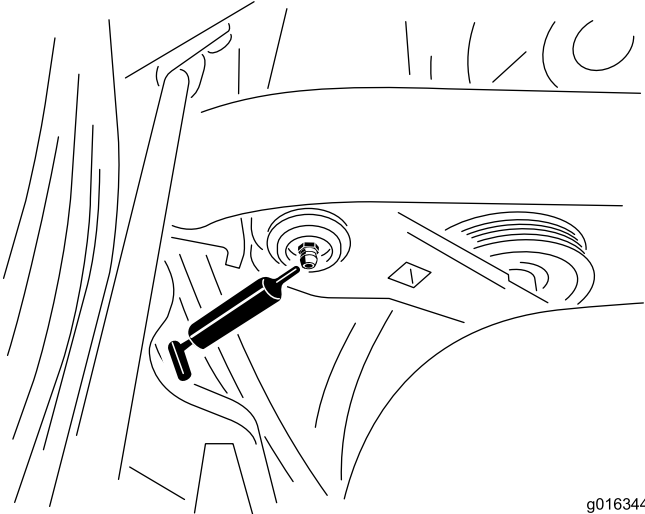

图43
1. 擦干净黄油嘴，这样就不会有杂质进入轴承或轴套中（图43）。